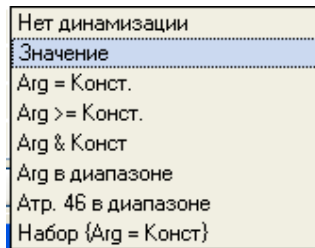

Рисунок 2.4 – Вибір типу
- зі всіх пропонованих типів вибрати ЛК **Значення** (рис. 2.4);